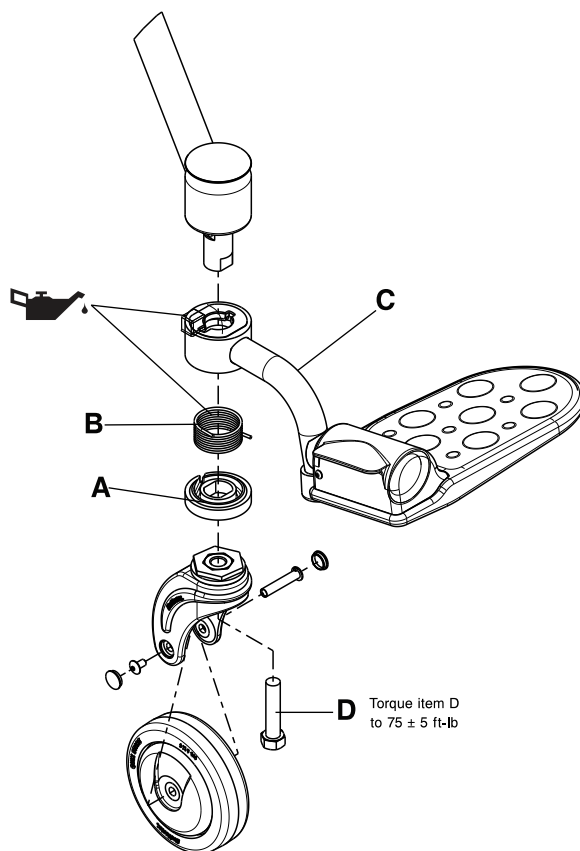

図15-27: スイングアウト式フットレストの交換
4. フットレストのパネホルダーの下部 (A) を把持し、下に引っ張って取り外します。フットレストのパネホルダーの下部を廃棄します。
5. フットレストのねじりバネ (B) を取り外し、廃棄します。
7. スイングアウト式フットレストアセンブリ (C) を回転させ下に引っ張って取り外します。アセンブリを廃棄します。
8. Syntec潤滑油 (3000-200-719) を適切な部分に塗布します (15-45ページの図15-27)。
9. 手順3～8を逆から行い、供給されたスイングアウト式フットレストアセンブリを取り付けます。フォークにキャスターを取り付ける前に、3/8”駆動トルクレンチを使用して、キャスターフォーク用ボルト (D) を  $75 \pm 5$  ft-lb (  $102 \pm 7$  Nm ) のトルクで締めます。